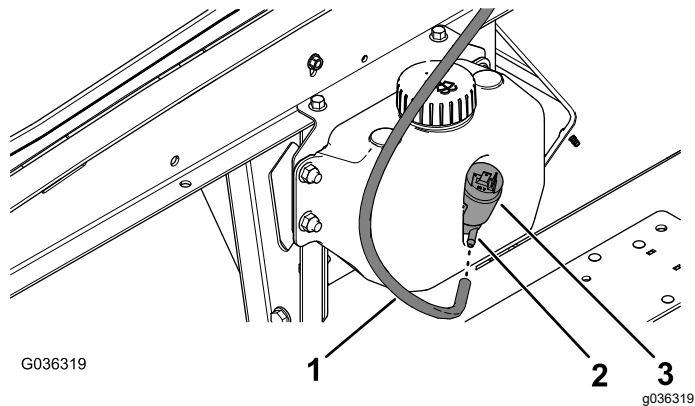

Figure 8
1. Sur le réservoir de liquide lave-glace, placez l'extrémité du flexible en face du raccord cannelé de la pompe du lave-glace (Figure 8).
2. Poussez le flexible sur le raccord jusqu'à ce qu'il soit parfaitement engagé dessus (Figure 8).